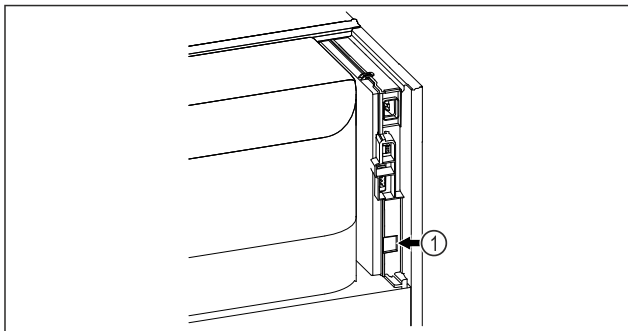

Fig. 146
- ❑ SmartModule Fig. 146 (1) on sisse pandud.